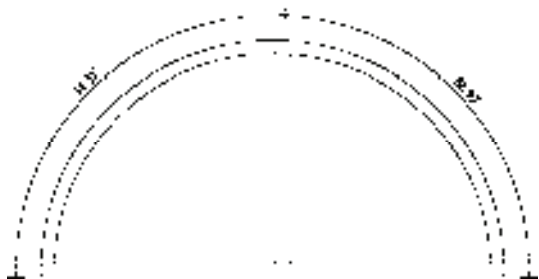

图 9-92 打开素材
1) 按〈Ctrl+O〉组合键, 打开配套光盘提供的“第 9 章/9.2.11 切换角标.dwg”素材文件, 结果如图 9-92 所示。